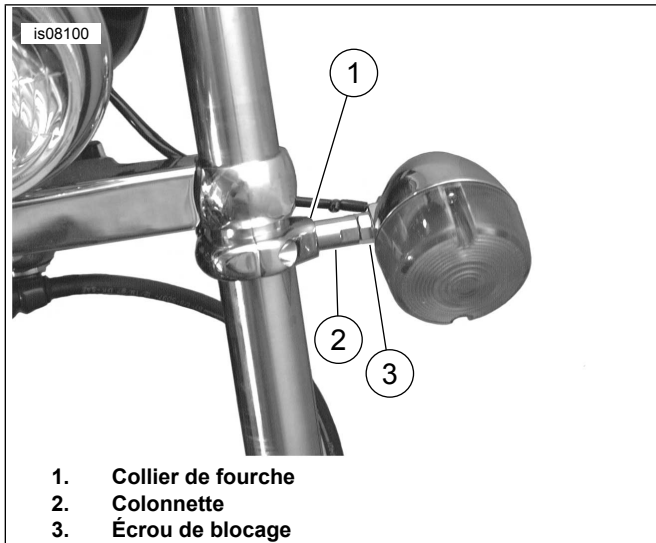

Figure 1. Feu de direction installé
- Voir Figure 1. Visser les colonnettes avec les écrous de blocage dans les boîtiers d'ampoule.